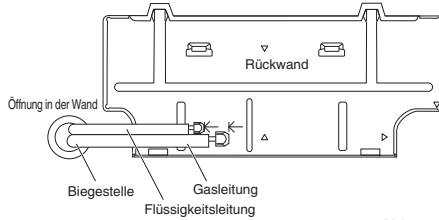

Abb. 3-63
- (1) Leitungen und Ablaufschlauch durch die Wand führen und eine für den Anschluss ausreichende Länge lassen. Dann die Rohre mit einem Rohrbieger in die richtige Form bringen. (Abb. 3-63)